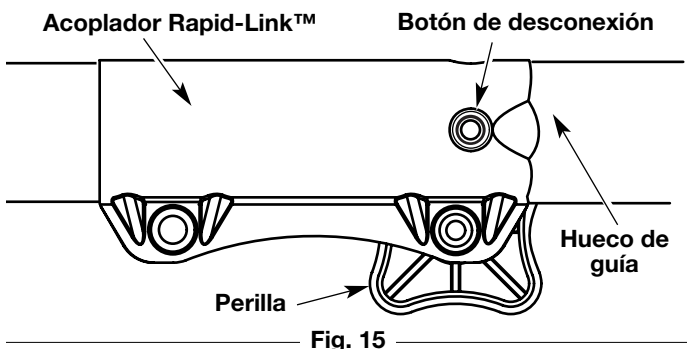

Fig. 15
1. Gire la perilla en sentido antihorario para aflojarla (Fig. 15).
2. Opima y sostenga el botón de desconexión (Fig. 15).
**NOTA:** La alineación del botón de desconexión con el hueco de guía facilitará la instalación (Fig. 15).